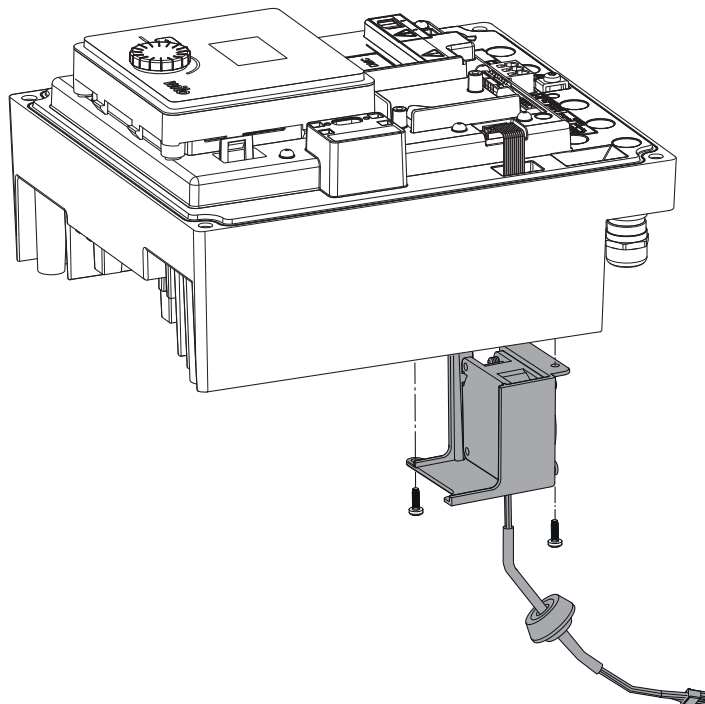

Fig. 48: Ta bort modulfläkten inklusive kabel och gummitätning
- Ta bort modulfläkten och lossa kabeln med gummitätning från modulens nedre del (Fig. 48).